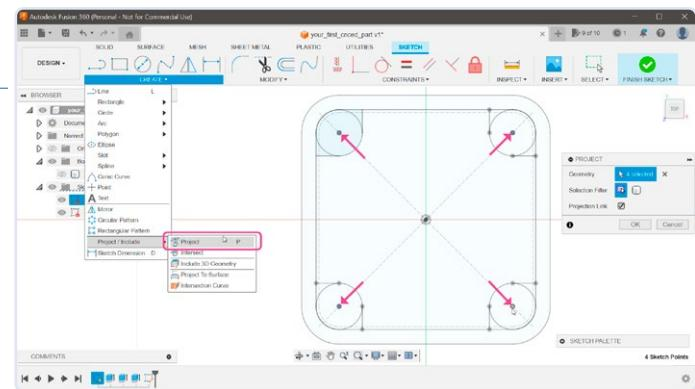

Figure 14. Réplication de l'opération pour les trois autres coins.
14. Pour copier ces points dans notre nouveau sketch, sélectionnez *CREATE Project/Include Project* (figure 14). Cliquez sur les quatre points et confirmez avec le bouton *OK*. Si vous tournez la vue 3D, ces points flottent maintenant au-dessus du sketch original.